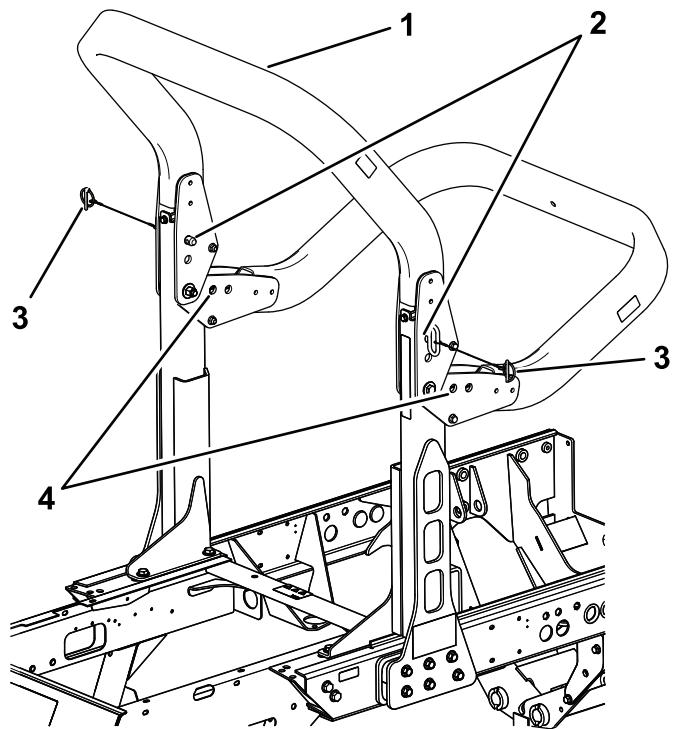

Bild 74
- Stützen Sie das Gewicht des oberen Rahmens des Überrollbügels ab, während Sie die Rastzungen und Lastösenbolzen aus den Schwenkhalterung nehmen (**Bild 74**).